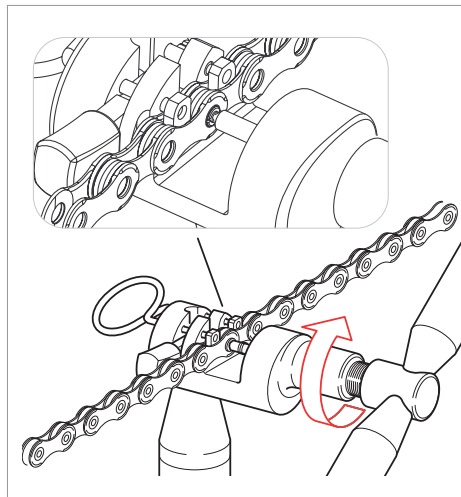

Abb.19
- Ziehen Sie das Werkzeug an, indem Sie den Schieber mit dem vorstehenden Ende der Ultra-link 5-CN-SR700-Hülse in Kontakt bringen und dabei diese etwa um eine 3/4 Drehung, mit moderater Kraft, bis zu ihrer Verformung drehen (Abb. 19).